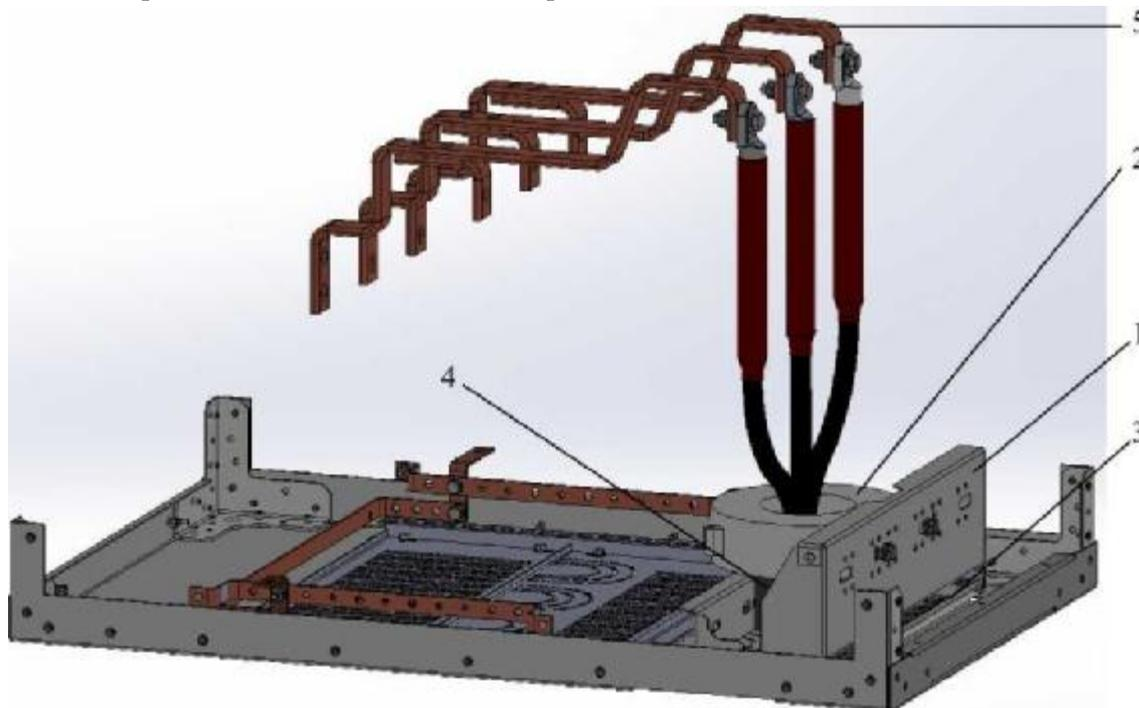

Рис. 27. Монтаж кабеля в отсеке кабельных присоединений
2.5.2.9 Подключение кабеля внутри отсека кабельных присоединений (рис. 27):